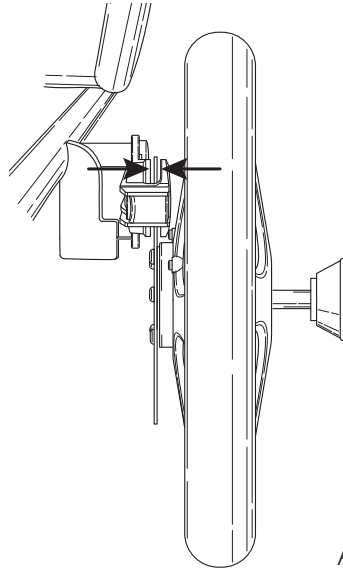

Abb. 2
3. Heben Sie den Wagen mit einer Hand leicht an und positionieren Sie mit der anderen Hand das Rad so, dass die Scheibenbremse zwischen den beiden schwarzen Bremsbacken liegt und die QR-Achse in das Achsrohr geschoben werden kann (Abb. 2).
2. Führen Sie die Bremsscheibe zwischen den beiden Bremsbacken heraus und nehmen Sie das gesamte Rad ab. (Abb.2)